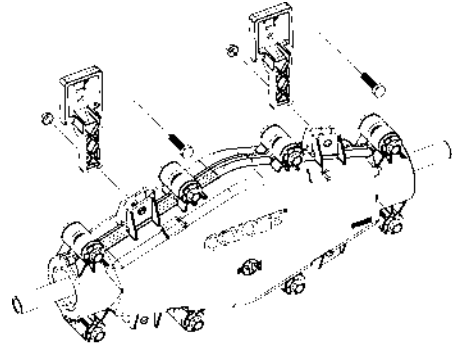

Figura 1
Passo 1 - Fixe o suporte tipo cabide na face externa das aletas da base da Coyote LCC com os parafusos e porcas fornecidos, conforme figura 1.